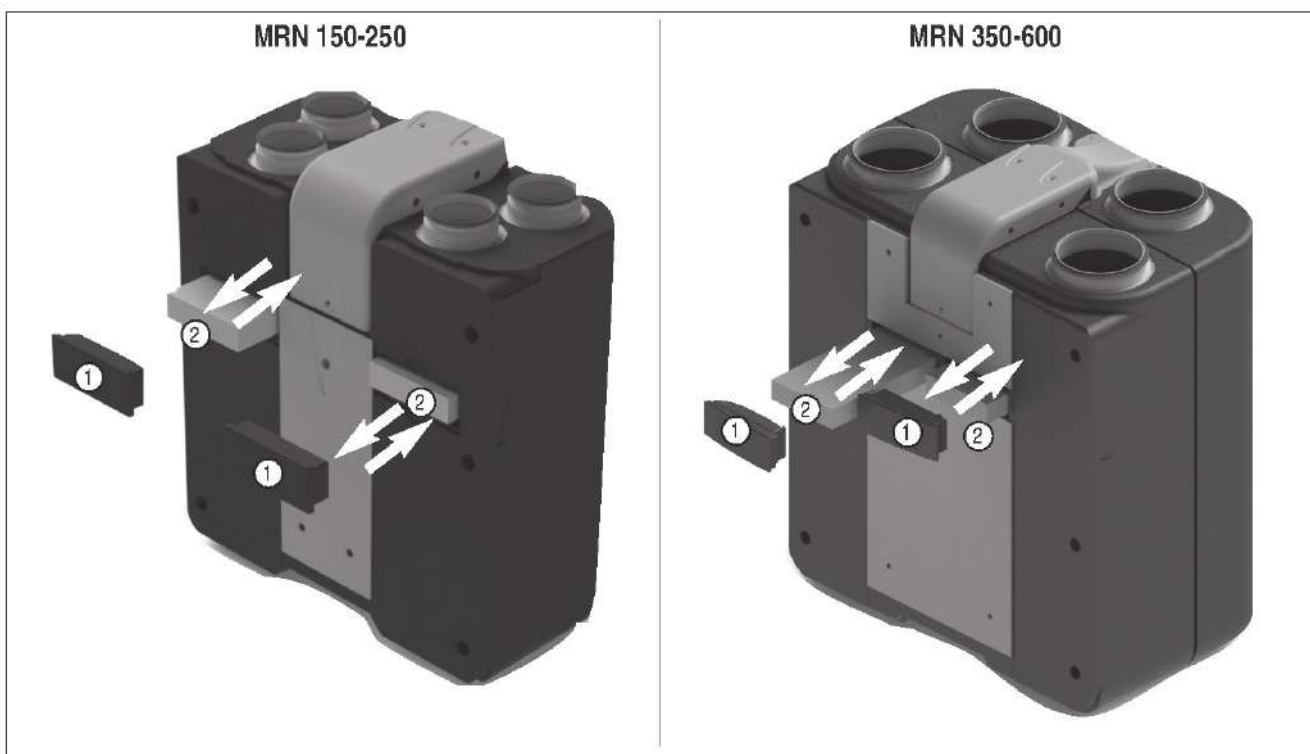

Fig.57
È possibile accedere ai filtri presenti nell'unità tramite tappi ad incastro con presa ergonomica (1 Fig. 57).
- Per sostituire i filtri (2 Fig. 57) in entrambi i modelli tirare verso l'esterno i tappi (1 Fig. 57).
- Durante la sostituzione, assicurarsi di posizionare i filtri (2 Fig. 57) in modo corretto, accompagnandoli sempre durante l'inserimento dentro il vano apposito.
Reinserire i tappi (1 Fig. 57).
*It is possible access to unit filters removing plugs with ergonomic handle (1 Fig. 57).*
- *To change filters (2 Fig. 57) pull plugs in outside direction (1 Fig. 57).*
- *In change of filters operation be sure to place filter in right position with gently movement during insertion in right position. Replace plugs (1 Fig. 57).*